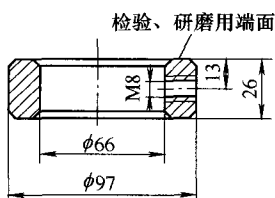

图 1
(1) 修复主轴轴向定位凸台端面平面度的研磨、检验工装 零件号001如图1所示,材料为铸件。